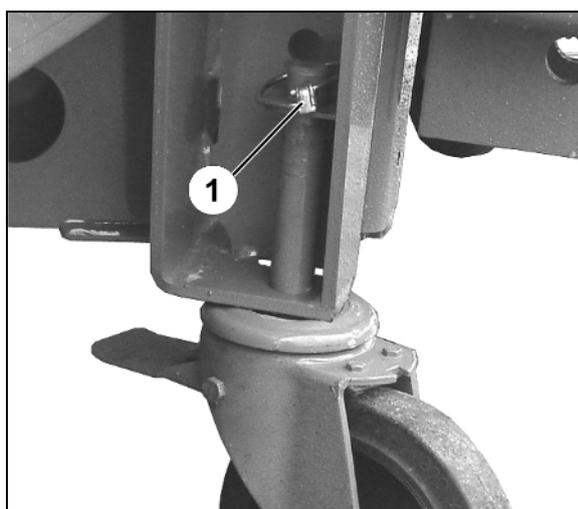

Fig. 28
6. Montez les roulettes avec frein fixes (Fig. 28) à l'arrière
- o et bloquez-les avec la goupille (Fig. 28/1),
Veillez lors du montage des roulettes fixes à ce que l'axe (Fig. 28/2) soit enchâssé dans l'alésage du bâti et maintienne ainsi les roulettes dans le sens de la longueur.